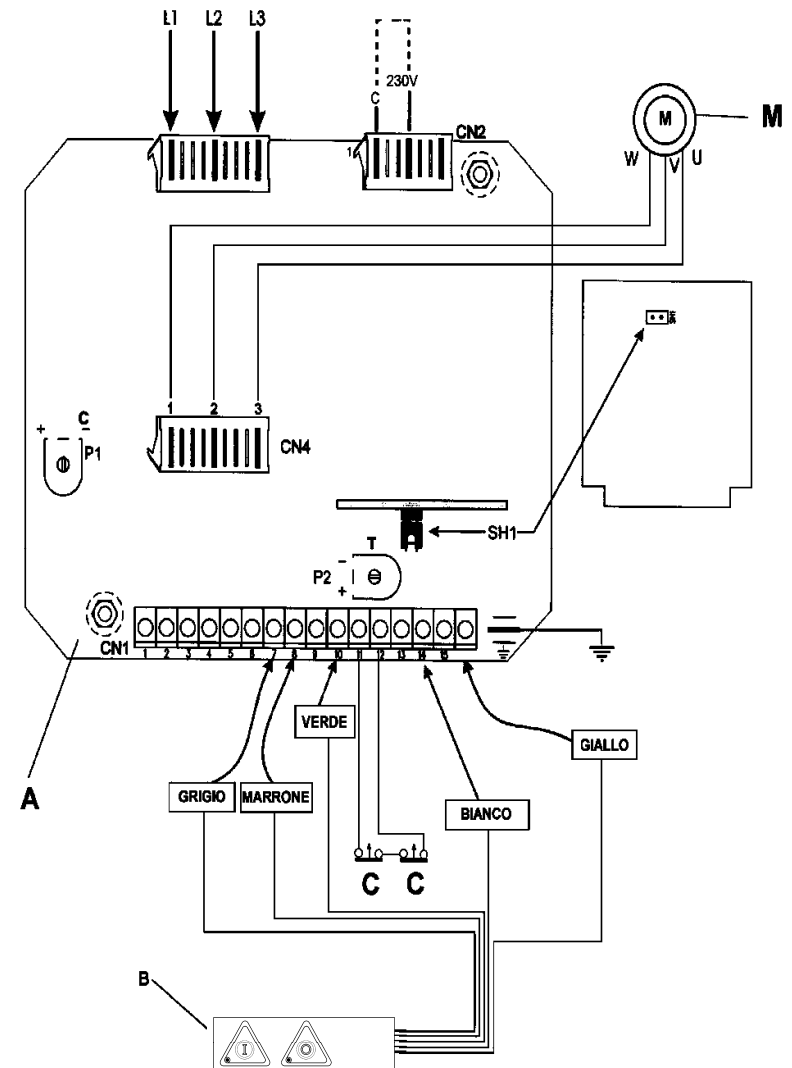

Fig. 2.6.3
2.6.3 - Schema elettrico trifase collegato 230V (fig. 2.6.3)